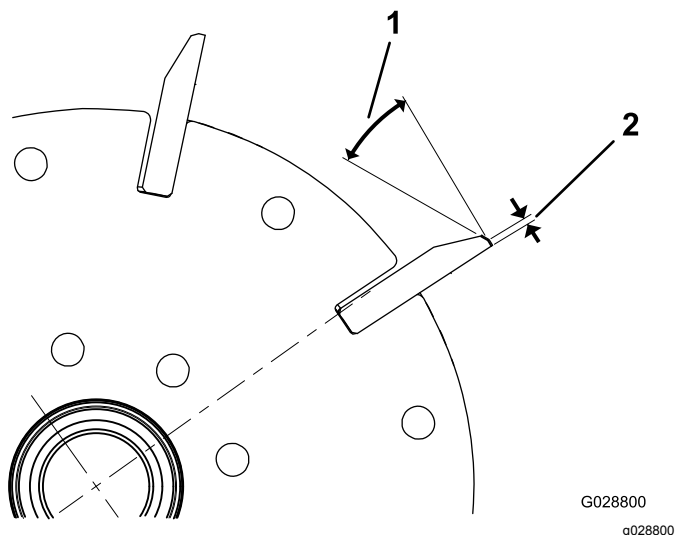
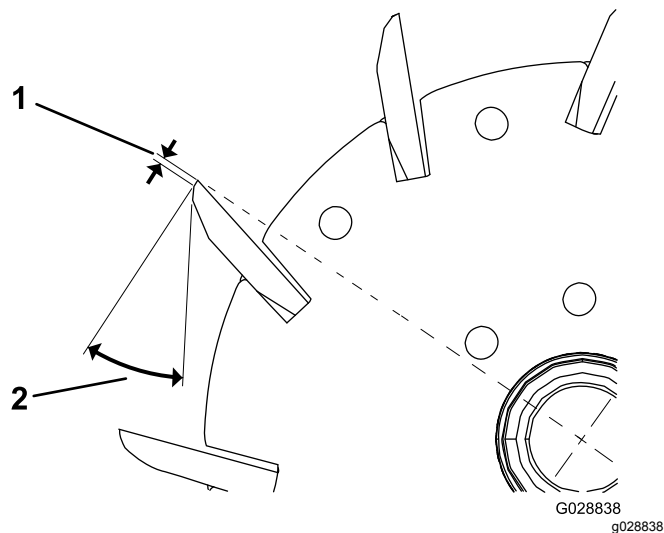

Figura 23
Figura 24
1. Aplique uma amolação de retificação de 30 graus em todas as lâminas do cilindro até que a folga tenha uma largura de 1,3 mm (**Figura 23** e **Figura 24**).